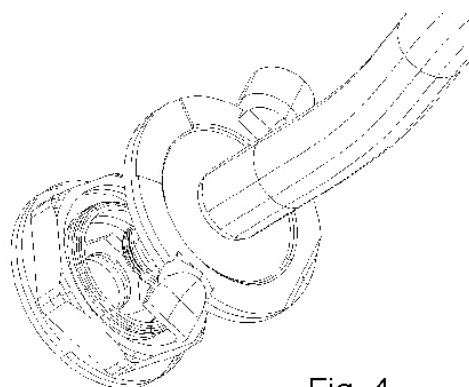

Fig. 4
- Fig. 4 – Introduzir a chave na válvula de esvaziamento.